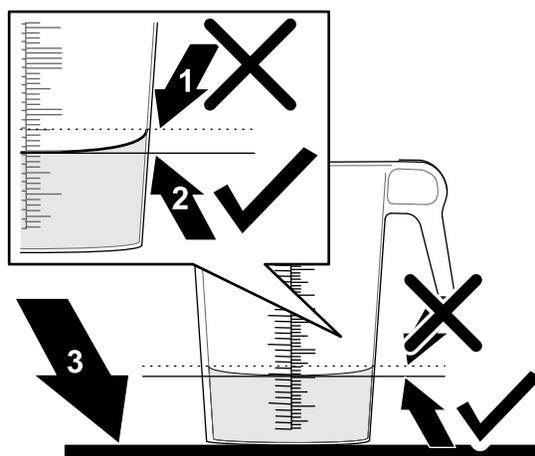

Рисунок 45
6. Поставьте градуированную емкость на ровную поверхность и определите объем жидкости (Рисунок 45).